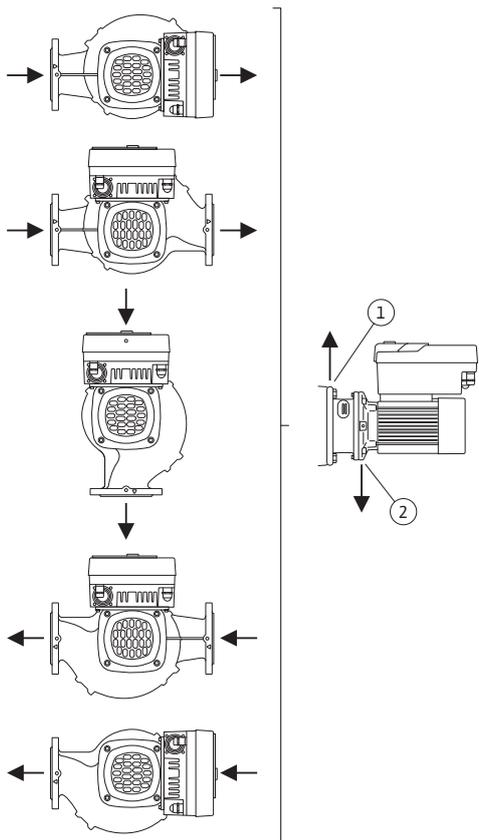

Fig. 8: Tillåtna monteringslägen med horisontell motoraxel
De tillåtna monteringslägena med horisontell motoraxel och elektronikmodul uppåt (0°) visas i Fig. 8.
Avluftning av pumpen garanteras endast om avluftningsventilen pekar uppåt (Fig. 8, pos. 1).
Endast i denna position (0°) kan det kondensat som bildas föras bort via ett tillgängligt borrhål, pumplanterna samt motor (Fig. 8, pos. 2).